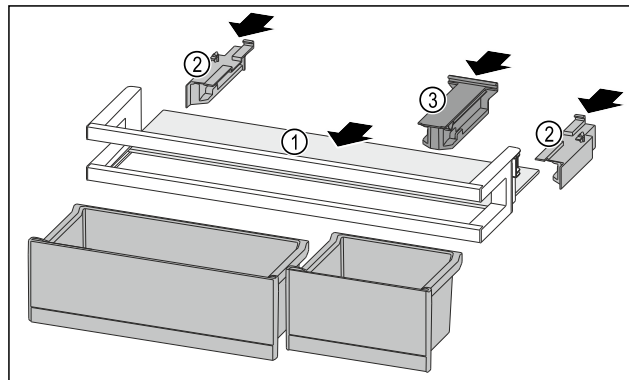

Fig. 88
- Вкарайте рафта Fig. 88 (1) в страничните прорези.
- Поставете страничните части Fig. 88 (2).
- Поставете задържащата част Fig. 88 (3).